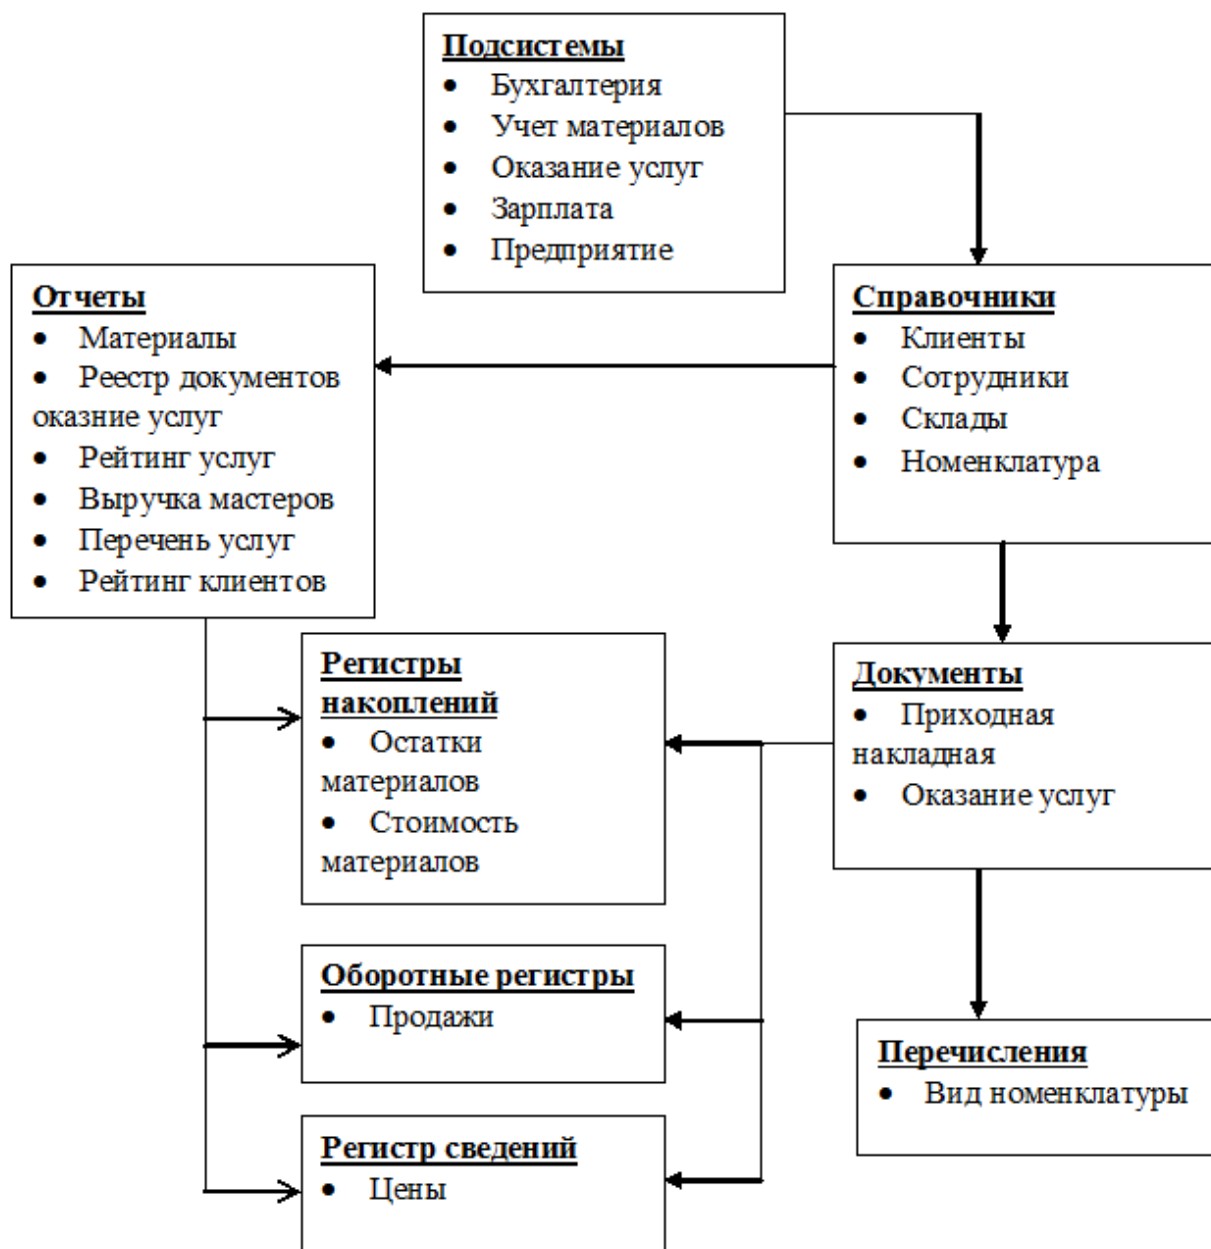

Рисунок 9 Общая схема прикладного решения
**Задание:** рассмотрите общую схему прикладного решения (рис. 9), которая будет разработана в ходе выполнения лабораторных работ.